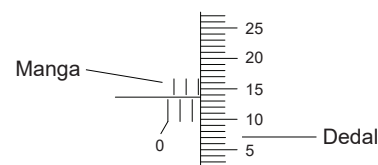

Fig.1
- Aperte o parafuso de travamento, use uma chave inglesa para girar a luva (Fig.1) e ajuste a leitura para zero.